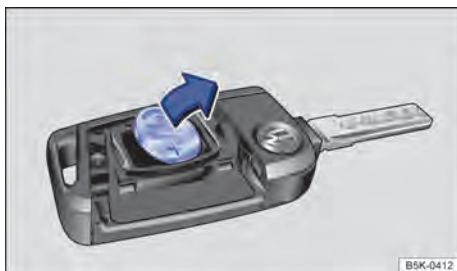

Fig. 27 Chave do veículo: remover a bateria.
- Remover a bateria do alojamento da bateria com uma ferramenta adequada ⇒ Fig. 27. ►
- Posicionar a nova bateria conforme indicado ⇒ Fig. 27 e pressionar no sentido contrário ao da seta para dentro de alojamento da bateria ⇒ ❶.